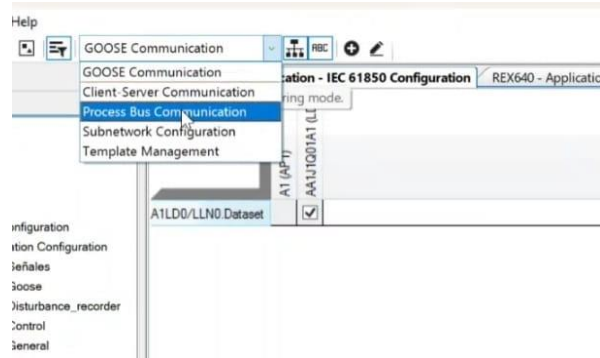

Imagen 427_Configuración de comunicación.
6.2.13 Vamos a abrir la ventana de “*GOOSE communication*” del REF615 (**Imagen 427**), recordando que esto se hace porque tenemos configurado que el REF615 generará la señal de Sampled Values que enviará al REX640, en la parte superior tenemos la siguiente ventana: